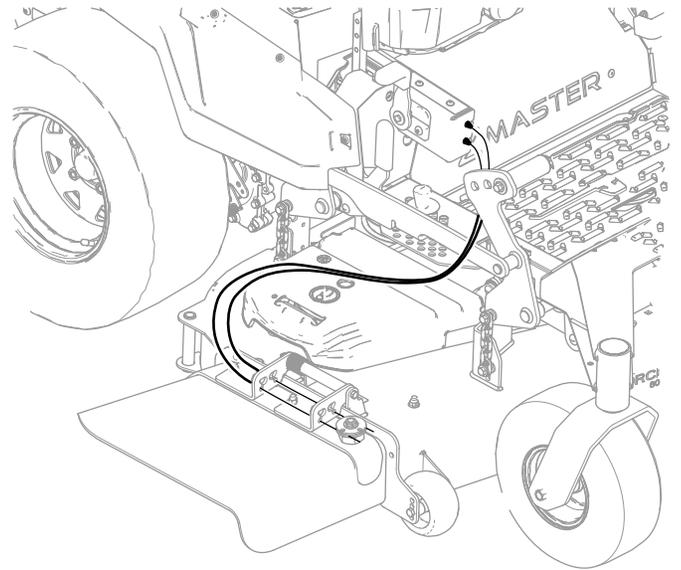

Figure 9
2. Faites passer les câbles entre le boîtier de commande et la goulotte d'éjection, comme montré à la Figure 9, pour éviter d'endommager les câbles sur toute la plage de hauteur de coupe.
la pédale de levage du plateau de coupe, comme montré à la Figure 9.